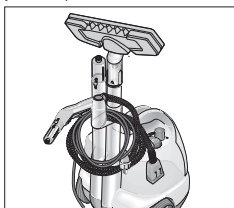

Рис.10 Сложение принадлежностей и насадок прибора для хранения
- Вставьте обе удлинительные трубки по отдельности в держатели для принадлежностей (А6) на тыльной стороне прибора. Насадите форсунку для мытья полов (Н1) на одну из удлинительных трубок (см. рис.10).